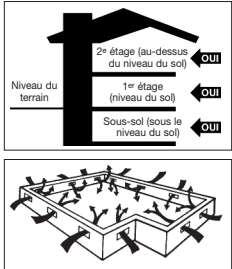

Figure 1
- Les vides sanitaires doivent être à un minimum de 46 cm (18 po) entre le sol et le dessus des solives. Un tapis de sol en pellicule polyéthylène noire de 6 à 20 mils est indispensable comme pare-vapeur, avec joints se chevauchant sur 15 cm (6 po) et fixés avec du ruban résistant à l'humidité. Le vide sanitaire doit posséder sur son périmètre une ventilation égale à un minimum de 1,5 % de la surface du vide sanitaire. Les événements doivent être placés de façon à favoriser la ventilation transversale (Figure 1).